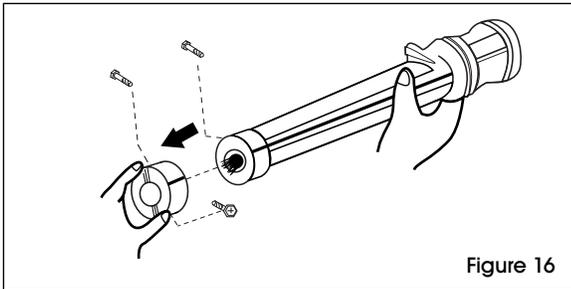

Figure 16
2. Retirez les trois vis qui maintiennent la pompe en place. (Voir Figure 16)
3. Faites glisser la pompe en l'éloignant de l'orifice, puis soulevez-la pour la retirer. (Voir Figure 16)